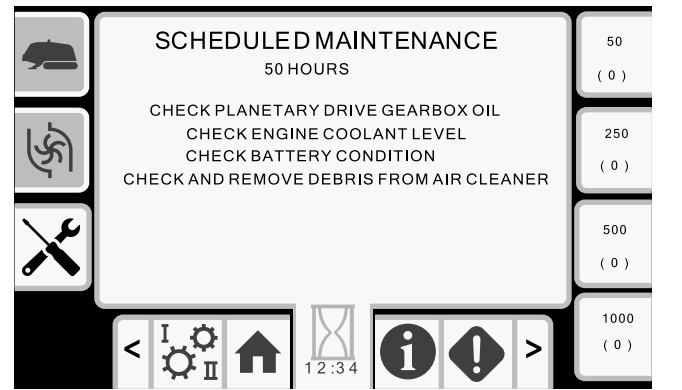

Рисунок 48
- Кнопка 5 — регламент технического обслуживания после наработки 50 часов (Рисунок 48)